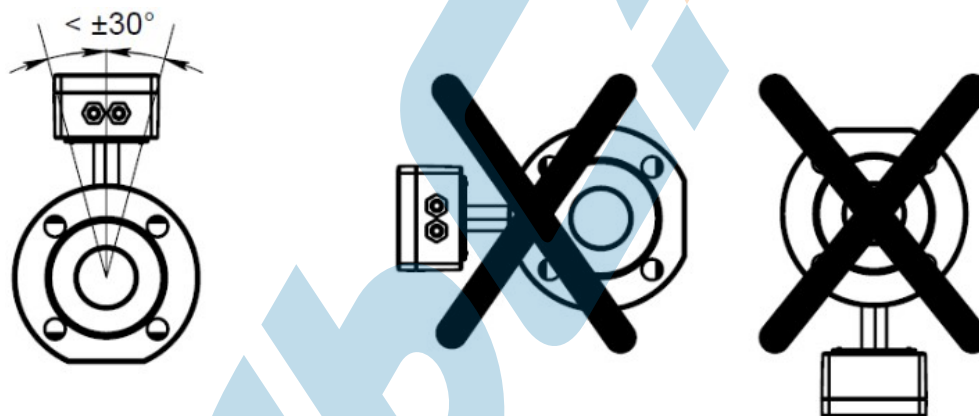

Рисунок 1 Схема установки расходомера на трубопроводе
- на горизонтальных участках расходомер устанавливается электронным блоком вверх, максимальное отклонение от вертикальной оси не более чем  $30^\circ$  (рис.1)